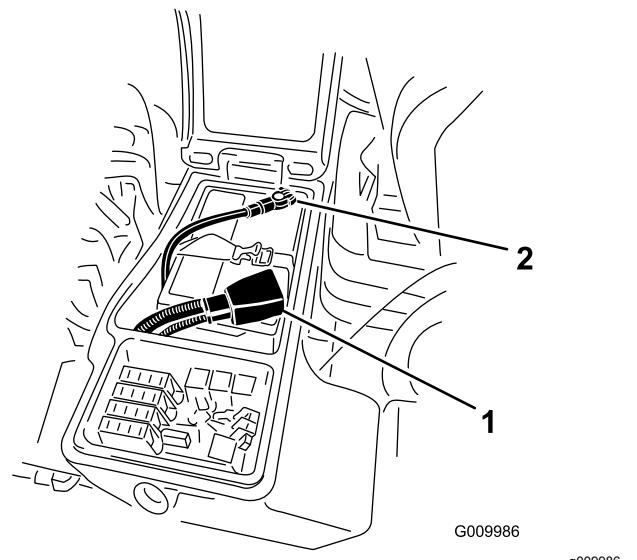

Bild 2
3. Klemmen Sie das Minuskabel (Schwarz) vom Minuspol (-) des Akkus und das Pluskabel (Rot) vom Pluspol (+) des Akkus ab (Bild 2).